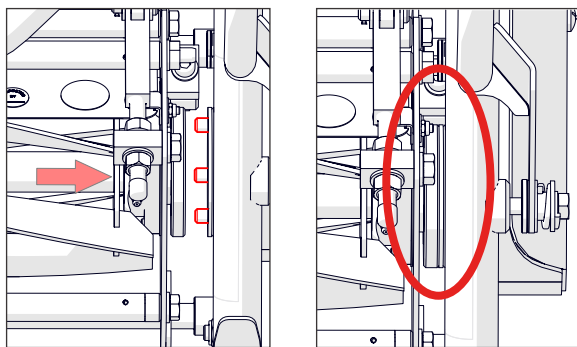

Abb. 8G – Neue Kassette einsetzen und seitlich verschieben, bis sie in die drei Stifte greift.
8. Die Kassette nach links schieben, bis sie vollständig in die drei Stifte der Antriebskupplung greift (Abb. 8G). Um die Spindel mit den Stiften auszurichten, muss sie möglicherweise etwas von Hand gedreht werden. ⚠